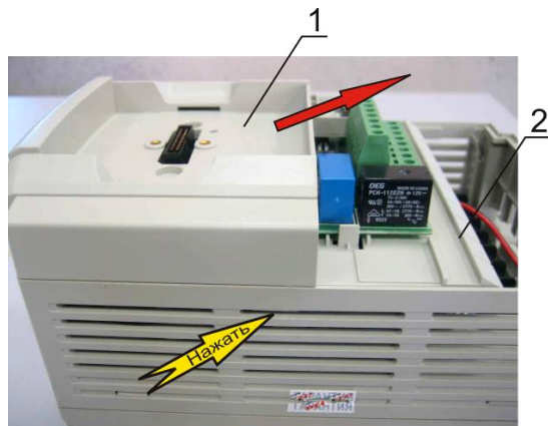

Рис. 6.3
6.2.2. Отжать фиксаторы верхней части корпуса (1) с двух сторон средней части корпуса (2) (рис. 6.3). Сдвинуть верхнюю часть корпуса в направлении красной стрелки (рис. 6.3). Демонтировать верхнюю часть корпуса и положить в тару.